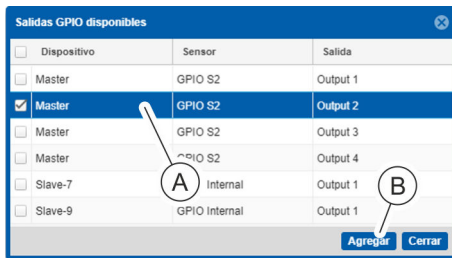

Fig. 125: Ventana "Tomas GPIO disponibles"
9. Seleccione la salida del módulo GPIO que desee (Fig. 125/Ⓐ) y guárdela con el botón "Agregar" (Fig. 125/Ⓑ).